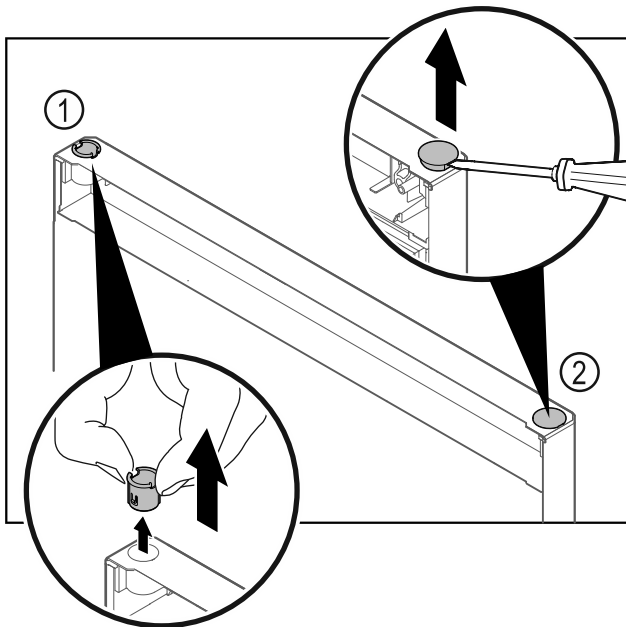

Fig. 18
- ▶ Húzza ki az ujjával a csuklópánt-perselyt Fig. 18 (1).
- ▶ A fedődugót Fig. 18 (2) egy csavarhúzóval óvatosan emelje meg és húzza ki.